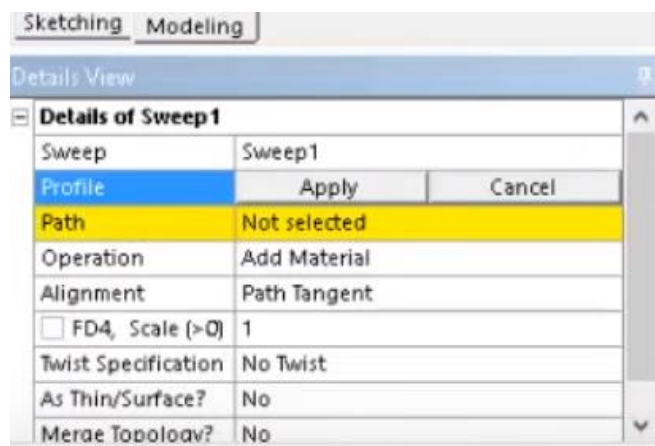

Рис. 9.
3.3.13. На панелі меню обираємо кнопку *Sweep*, а у вікні *Details View* задаємо необхідні параметри.(рис. 9)